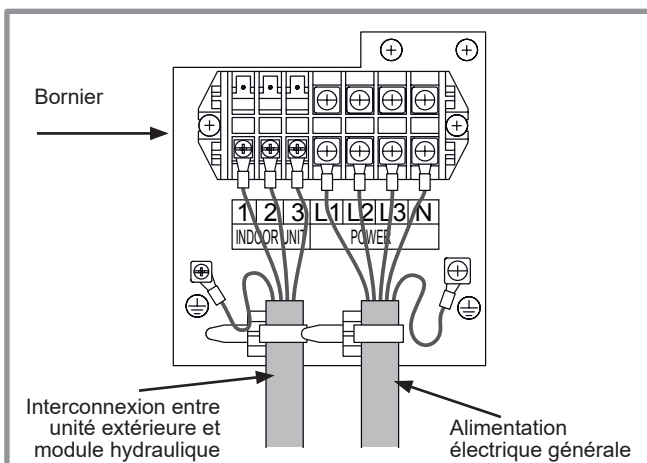

figure 39 - Connexions au bornier de l'unité extérieure
- Effectuer les raccordements suivant le schéma (figure 39).